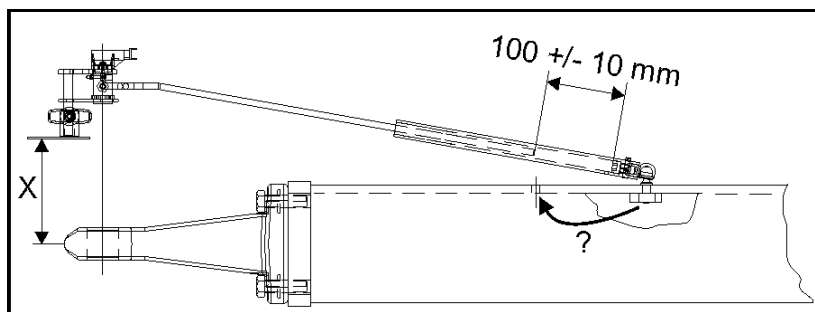

Fig. 103
- Sørg for, at afstanden mellem koblingspunkt og drejevinkelføler (Fig. 103/ X) er så lav som mulig (især ved hitch-træk).